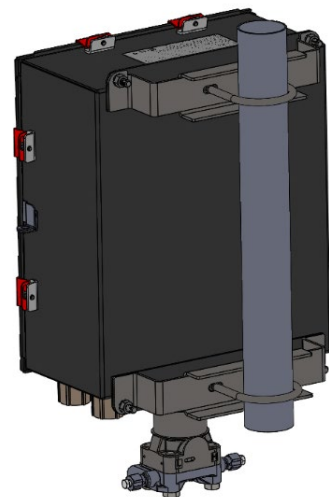

Figura 7. FB2200 (carcasa de aluminio) montado en tubería
2. El FB2200 se monta en un tubo o porte de dos pulgadas (consultar la *Figura 7*) o se puede montar en una pared o panel utilizando los cuatro orificios de la caja y los accesorios adecuados.